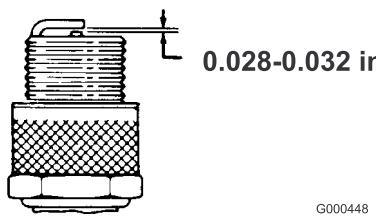

Figure 25
- Réglez l'écartement des électrodes à 0,7–0,8 mm (Figure 25). La bougie installée doit avoir